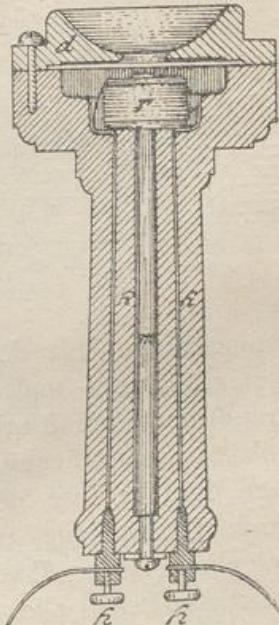

Abb. 696.
12. Das Telephon. Nach der in Ziff. 11 besprochenen allgemeinen Grundlage ist das gewöhnliche Telephon eingerichtet. Abb. 696 stellt ein Telephon im Durchschnitt dar. m ist der Magnet (Stabmagnet); er ist an dem einen Ende (Pol) mit einer Drahtspule r umgeben; er befindet sich in einem Gehäuse k aus Holz oder Hartgummi. Die Drahtenden der Spule führen durch die Wand des Gehäuses zu den Klemmen h , von welchen die beiden Leitungsdrähte zu dem anderen Telephon ausgehen. Dicht über dem Polende des Magneten befindet sich die dünne Eisenplatte, die in ihrer Lage rings am Rande durch den aufgeschraubten Deckel d gehalten wird. In der Mitte des Deckels ist die trichterförmig sich erweiternde Schallöffnung zum Sprechen oder Hören. Solche Telephones werden zum Sprechen jetzt höchstens noch bei Haustelefonen gebraucht; zum Fernsprechen dagegen dient als Sprecher